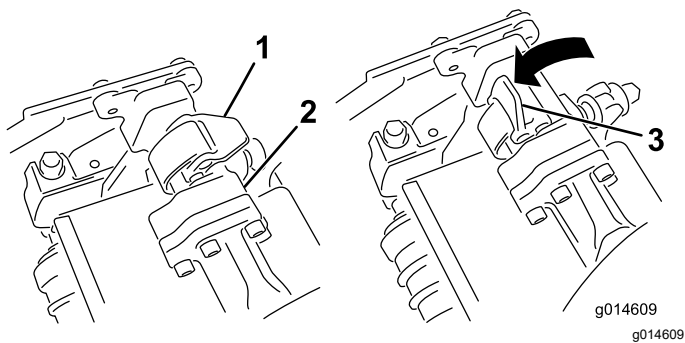
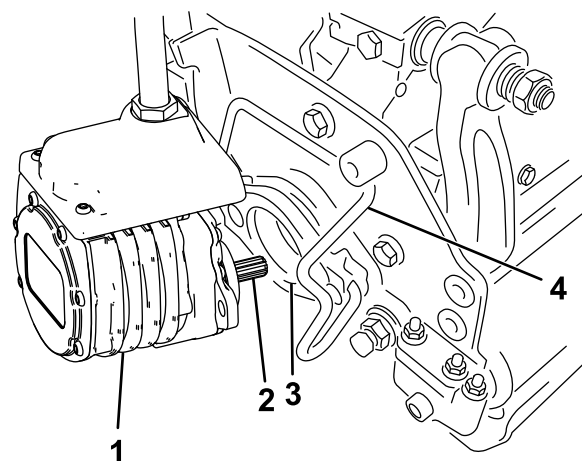

Figura 53
Figura 54
- Con los enganches del brazo de suspensión orientados hacia arriba (es decir, abiertos (Figura 53), empuje hacia abajo el brazo de suspensión de modo que la barra encaje en la barra situada en la parte superior de la unidad de corte (Figura 54).
5. Presione los enganches hacia abajo alrededor de la barra de la unidad de corte y bloquéelas (Figura 53).
5. Abra los enganches de la barra del brazo de suspensión de la unidad de corte que está retirando (Figura 53).